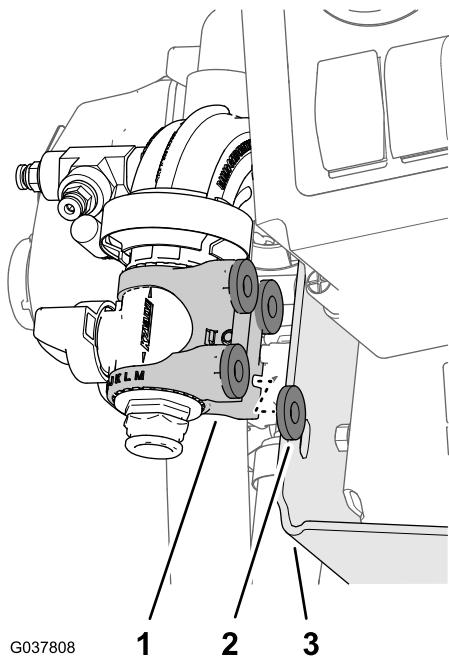

图91
3. 对齐法兰切断阀尼龙支架与阀门安装架之间的4个垫圈5/16 x 13/16英寸图91。